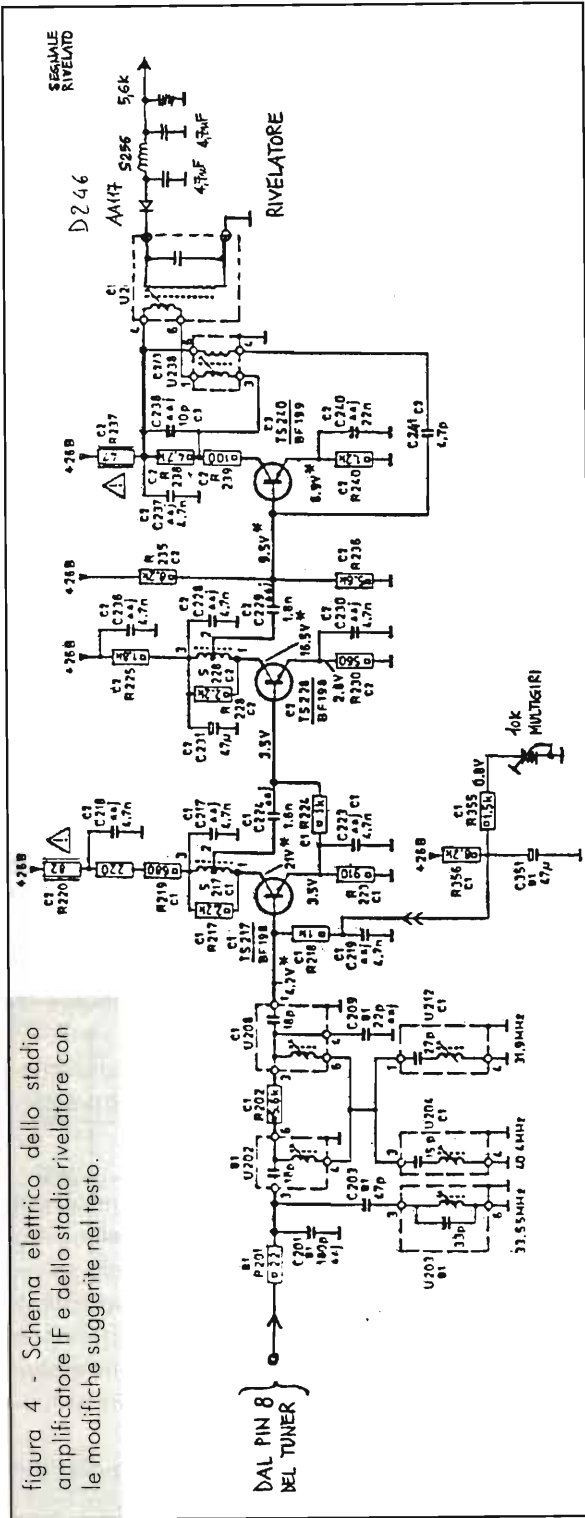

figura 4 - Schema elettrico dello stadio amplificatore IF e dello stadio rivelatore con le modifiche suggerite nel testo.
- Per chi dispone della necessaria strumentazione (generatore RF voluto ed oscilloscopio) o può appoggiarsi ad un attrezzato laboratorio TV, è consigliabile ottimizzare la forma della curva di riposta (figura 2) della catena a frequenza intermedia video, ritoccando le tarature delle bobine IF (siglate nello schema di figura 4 come U202, U203, U204, U208 e U212) e/o quelle di carico dei transistors amplificatori IF fino ad ottenere una forma il più possibile rettangolare e simmetrica rispetto al valore